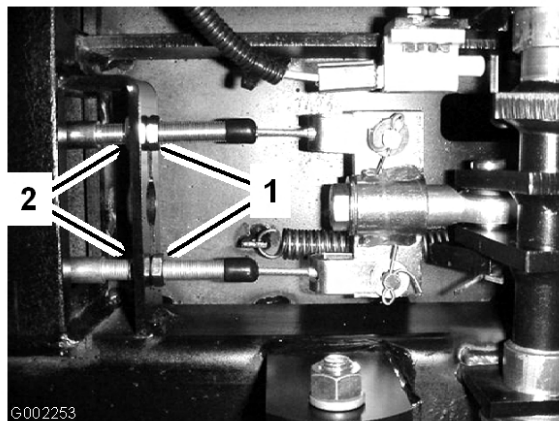

図 55
5. ブレーキ・ケーブルの車両前端側にある前ナットをゆるめる（図 55）。
6. 後ナットを均等に締めて、ブレーキ・ペダルの遊びを1~2 cm に調整する（図 55）。